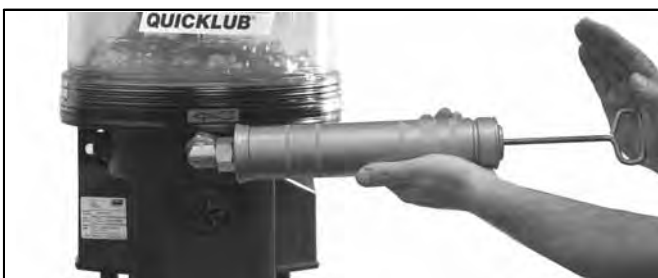

Fig. 9-2 Remplissage manuel du réservoir de la pompe (d'en bas)
- Remplir le réservoir jusqu'au repère "Max." par l'intermédiaire du mamelon de remplissage (voir fig. 9-1), via un raccord de remplissage pour cartouche (voir fig. 9-2) ou, s'il y en a un, par l'orifice de remplissage par le haut.